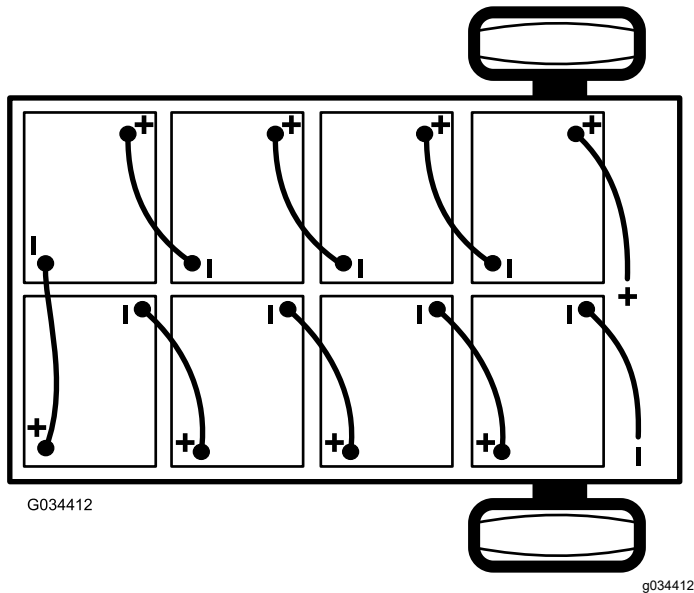

Figure 41
2. Débranchez le câble négatif principal (noir) de la batterie qui relie la rangée de batteries au point de masse de la machine (Figure 41).
3. Débranchez le câble positif principal (rouge) qui relie la rangée de batteries au contacteur principal de la machine (Figure 41).
**Remarque:** Observez la polarité lors de la mise en place des batteries neuves (Figure 41).
6. Reliez les batteries entre elles, comme montré à la Figure 41, avec les câbles d'interconnexion que vous avez retirés à l'opération 1.
2. Branchez le câble positif principal (rouge) entre la rangée de batteries et la machine (Figure 41).
3. Branchez le câble négatif principal (noir) entre la rangée de batteries et la machine (Figure 41).